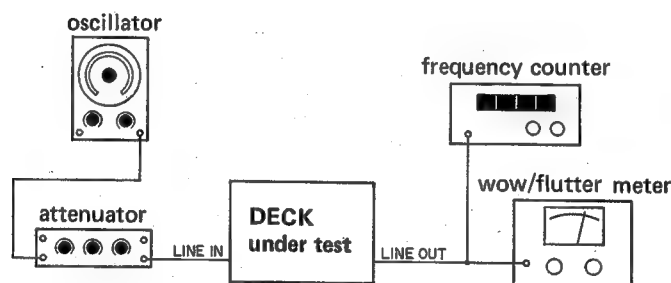

Fig. 4-7
1. Connect a frequency counter to either one of LINE OUT jacks. Refer to fig. 4-7.
1. 周波数カウンタを LINE OUT ジャックのいずれかに接続する (図4-7参照)
1. Connect a wow and flutter meter to the deck as shown in fig. 4-7.
1. 図 4-7 のようにワウ・フラッタ・メータをデッキに接続する。